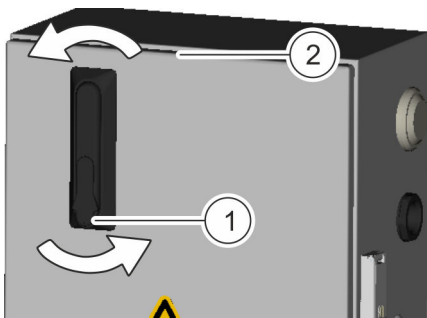

Abb. 20: Gehäusetür öffnen
2. ▶ Gehäusetür öffnen. Dazu den Schwenkhebel erst ausklappen (Abb. 20/1) und anschließend gegen den Uhrzeigersinn drehen (Abb. 20/2).